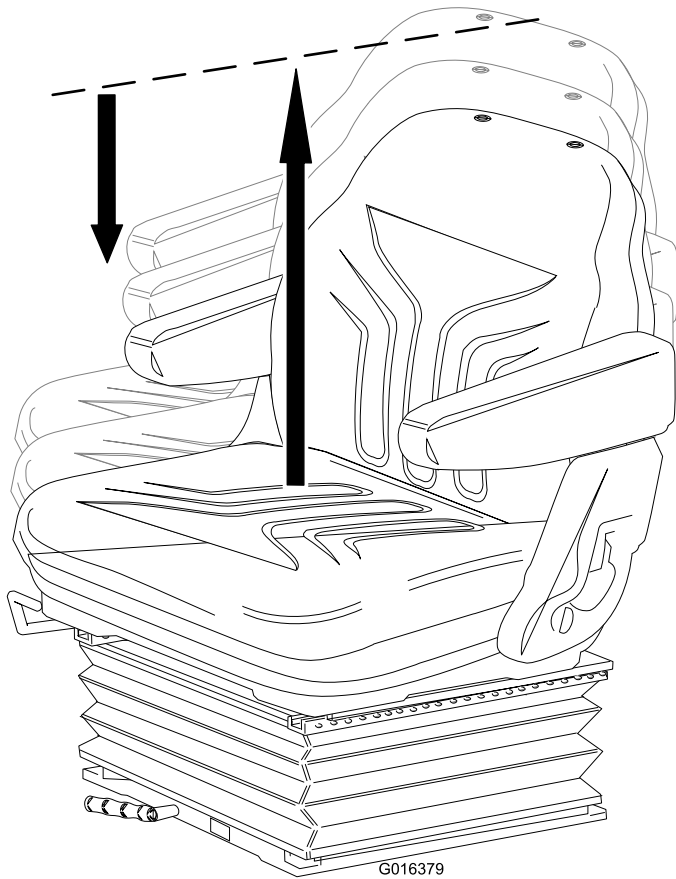

Bild 13
- **Höheneinstellung:** Heben Sie den Sitz manuell an, um die Höhe schrittweise einzustellen. Zum Absenken des Sitzes heben Sie ihn über die höchste Stellung an und lassen ihn dann auf die niedrigste Einstellung absinken (Bild 13).